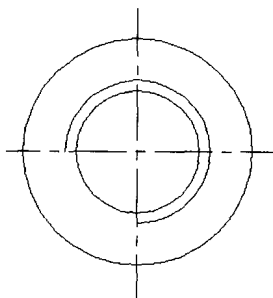

图 3-5
⑦ 选择【修剪】工具  修剪圆, 即可绘制螺纹线, 图形效果如图 3-5 所示。